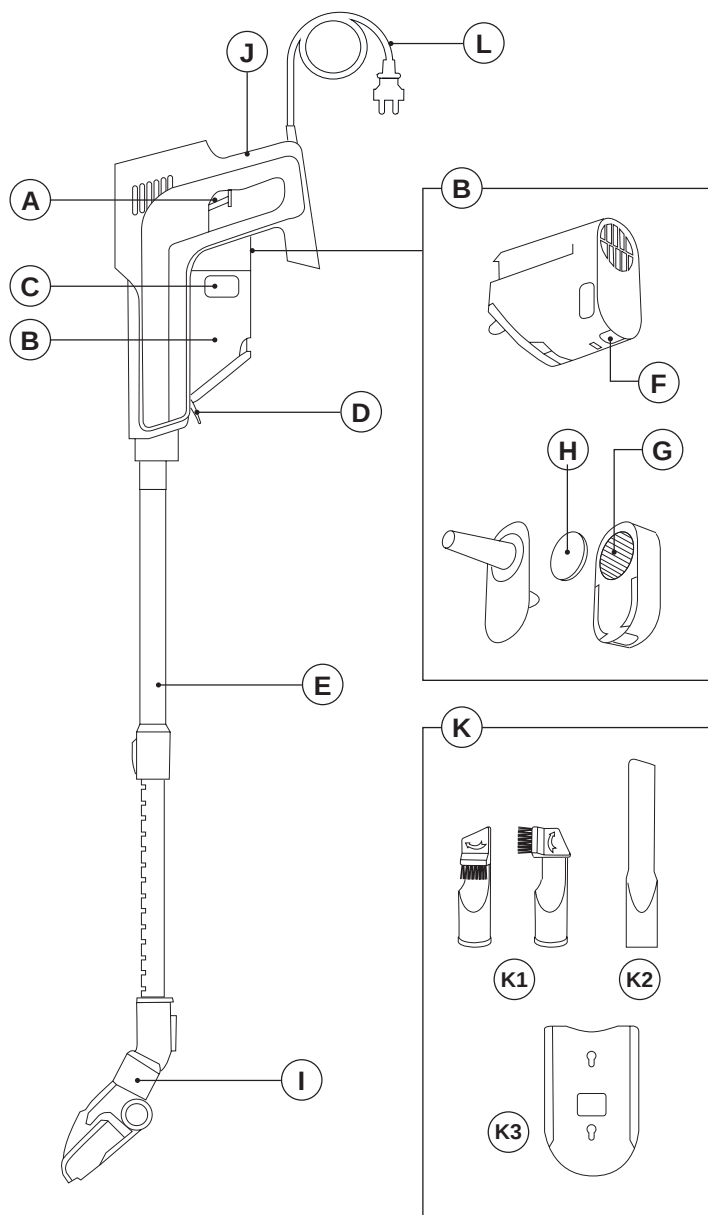

Fig.1
**FUNCIÓN DE ASPIRACIÓN (FIG. 1)**